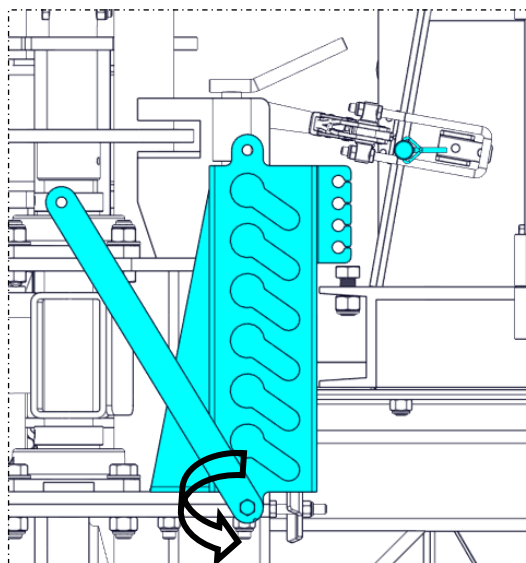

Figure 4.2
- B) Tournez la plaque de verrouillage dans le sens antihoraire (Figure 4.2). Si la plaque de verrouillage est trop serrée, desserrez le boulon situé en bas de la plaque de verrouillage.